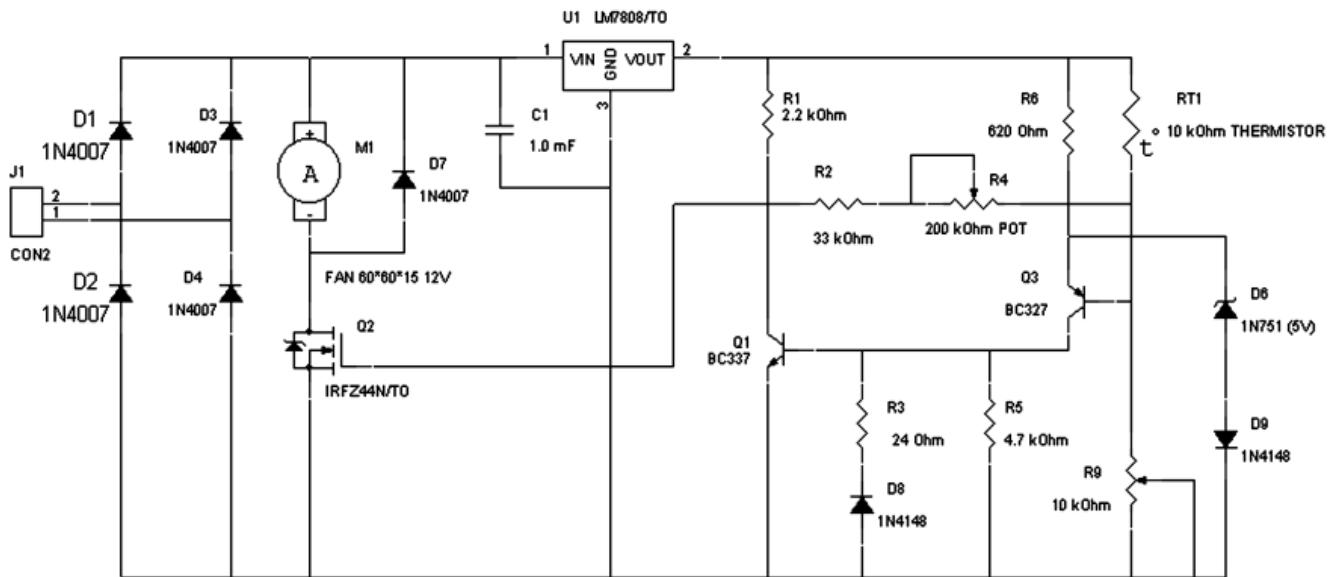

рис. 6
**Схема автоматического включения вентилятора** (<http://altccm.ru/lib02/~altcc438.html>) срабатывает при повышении температуры окружающей среды или электронного устройства. В качестве сенсора температуры используется термосопротивление RT1 (рис.6). В зависимости от месторасположения сенсора можно выбирать приоритетные области контроля. В качестве вентилятора используют один или несколько вентиляторов от компьютерных источников питания.